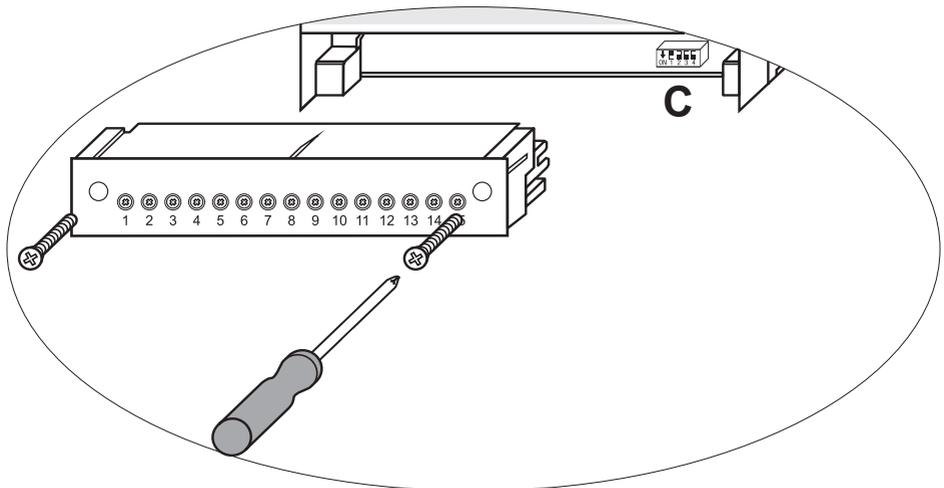

Abb. 14
Siehe Abb. 14
- Untere Klemmleiste: Linke und rechte Befestigungsschraube lösen. Siehe Abb. 14